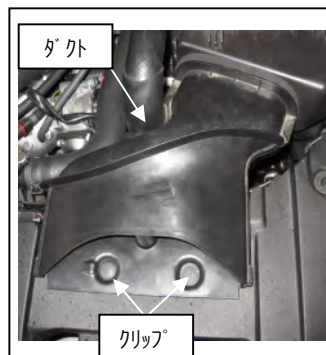

図 1
- ①クリップ 2 ヶ所を外し、ダクトを取り外します。図 1 参照